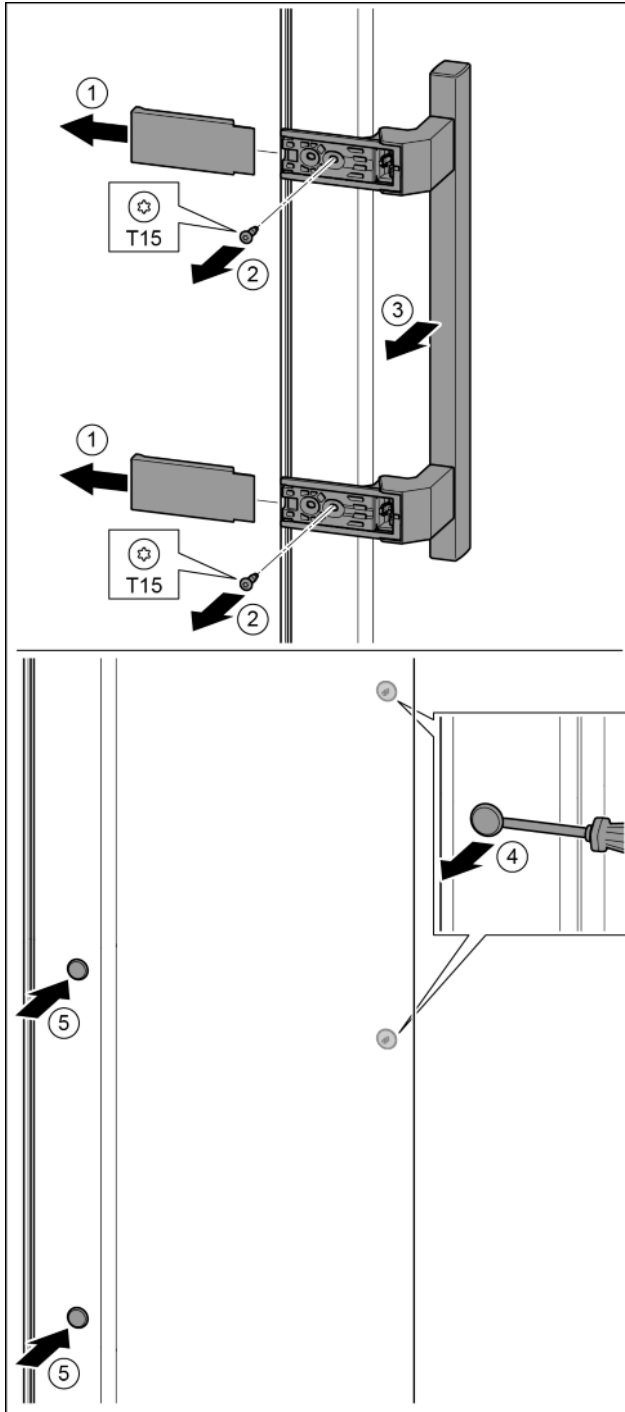

Fig. 19
- Retirer le cache. *Fig. 19 (1)*
- Desserrer les vis avec un tournevis T15. *Fig. 19 (2)*
- Déposer la poignée. *Fig. 19 (3)*
- Soulever délicatement le bouchon latéral avec un tournevis plat et le sortir. *Fig. 19 (4)*
- Remettre en place le bouchon de l'autre côté. *Fig. 19 (5)*